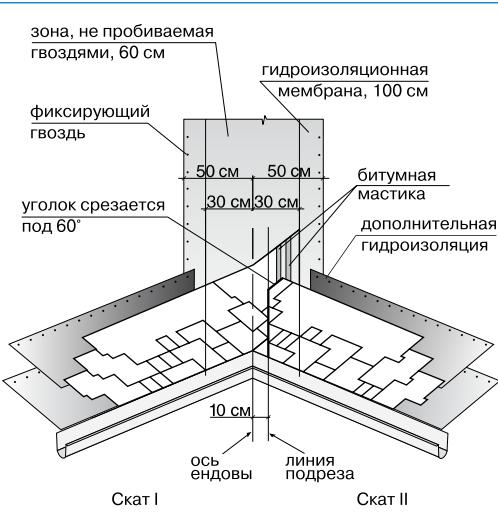

Рис. 3
Ендова (рис. 3)
- лист, подходящий к ендовой со ската II, должен доходить до линии подрезки и обрезаться по ней. Верхний уголок обрезанного края листа подрезается под углом 60° ($5 \times 3 \text{ см} — \text{рис. 3}$);